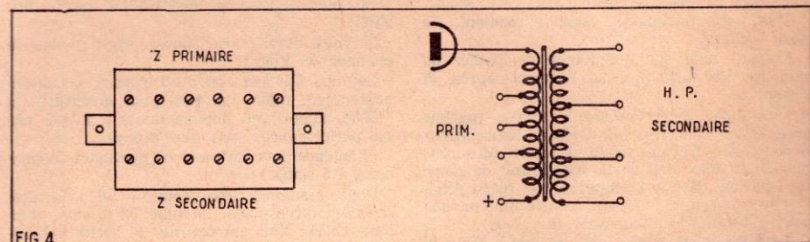

FIG. 4
FIG. 4. — Un tube EL84 peut fonctionner avec une impédance primaire-plaque (Z) assez élastique : 5 000 à 8 000 ohms, donc avec un rapport (X) $\sqrt{\frac{z.Pr.}{z.Sec.}} = x$ qui n'est pas critique si l'on se tient dans des valeurs d'utilisation normale.
Nous avons ensuite acheté un bon transfo de modulation (fig. 4). Pour son rapport de transformation reportez-vous au numéro -167, page 52 (3^e colonne) de « Radio-Plans », légende figure 4.